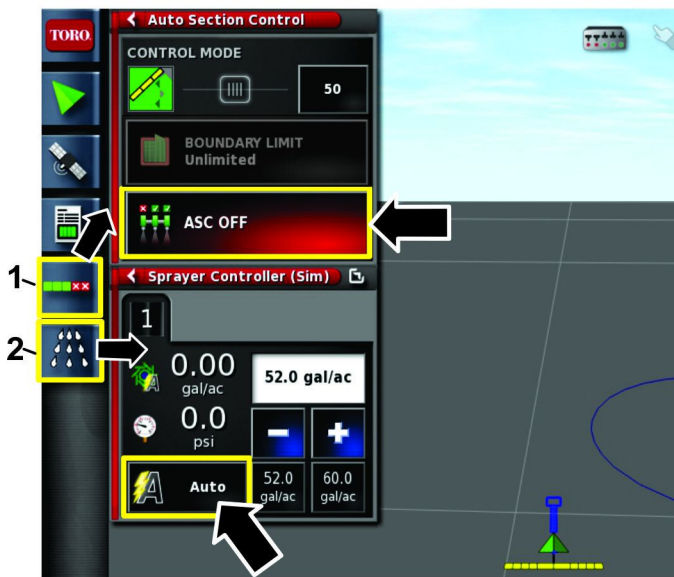

Bild 113
1. Tippen Sie auf das Symbol KONFIGURATION AUTOMATISCHE ABSCHNITTSTEUERUNG und das Sprühsteuergerät-Symbol (Bild 113).
2. Bewegen Sie auf das ASC-Symbol in die Aus-Stellung und die Dosierung in die AUTO-Stellung (Bild 113).